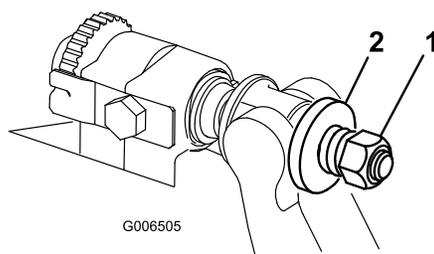

图23
6. 旋紧弹簧加压螺母直到弹簧完全压紧然后往回松开 1/2 圈 图23。